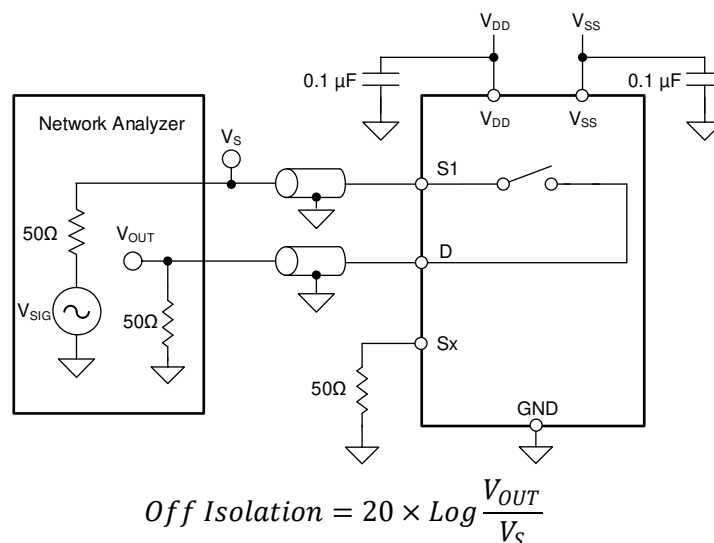

图 7-10. 关断隔离测量设置
关断隔离定义为器件的漏极引脚 (D) 处的信号与关断通道的源极引脚 (Sx) 上施加的信号之比。图 7-10 展示了用于测量关断隔离的设置和用于计算关断隔离的公式。